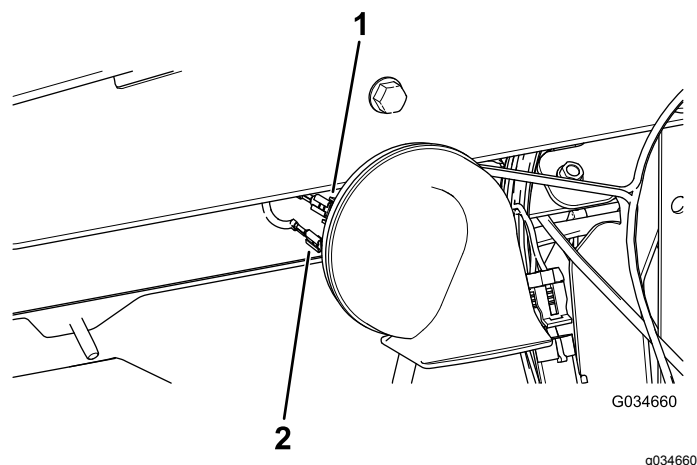

Bild 4
3. Stecken Sie die zwei Buchsenstecker vom Hauptkabelbaum in die zwei Stecker an der 48-Volt-Hupe (Bild 4).